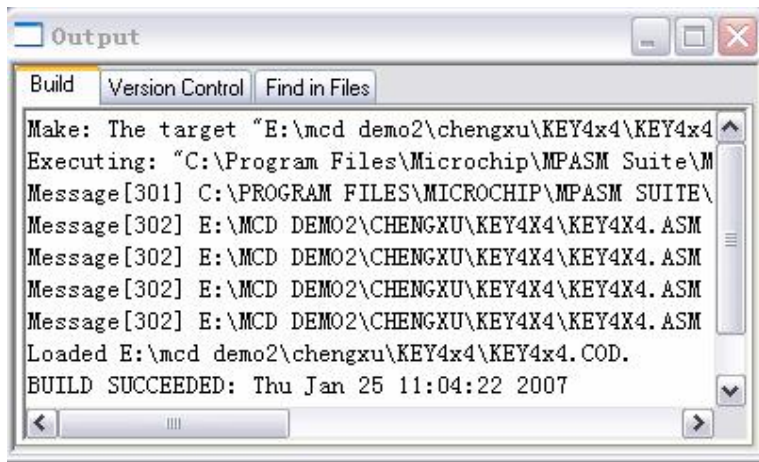

图 5-2 源程序编译结果
3) 执行菜单命令 **Project** → **Build ALL** 或者工具栏图标  对源程序进行编译。编译结果如图 5-2 所示。从图中可以看“**BUILD SUCCEEDED**”，这表明编译成功并在项目目录下生成 **KEY4x4.HEX** 文件（只有编译通过后才会生成该文件）。